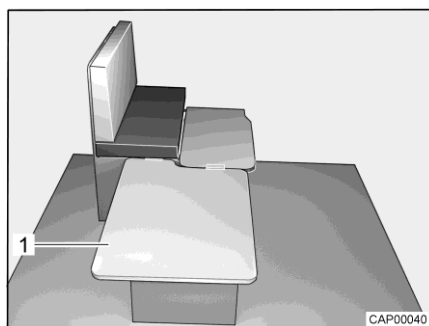

Bild 45 Under ombyggnaden
- Häng på stödplatta (Bild 45,1) sidledes på sittbänken och lägg på bordet.